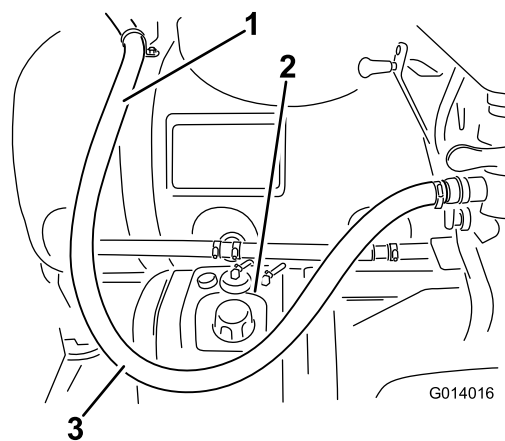

Рисунок 25
- Осмотрите расположение шланга. Убедитесь, что он уложен с достаточным провисанием, как показано на Рисунок 25, чтобы эдуктор можно было опустить.